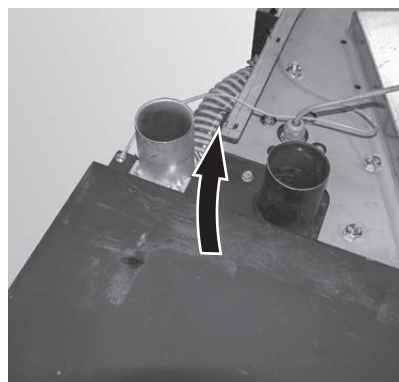

Fig. 48 Avvitamento della messa a terra
- Avvitamento della messa a terra – Fig. 48.